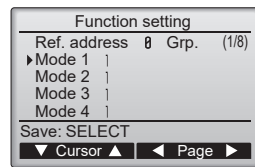

Fig. 6-11
- (4) (Fig. 6-11)
- (5) (Fig. 6-11)